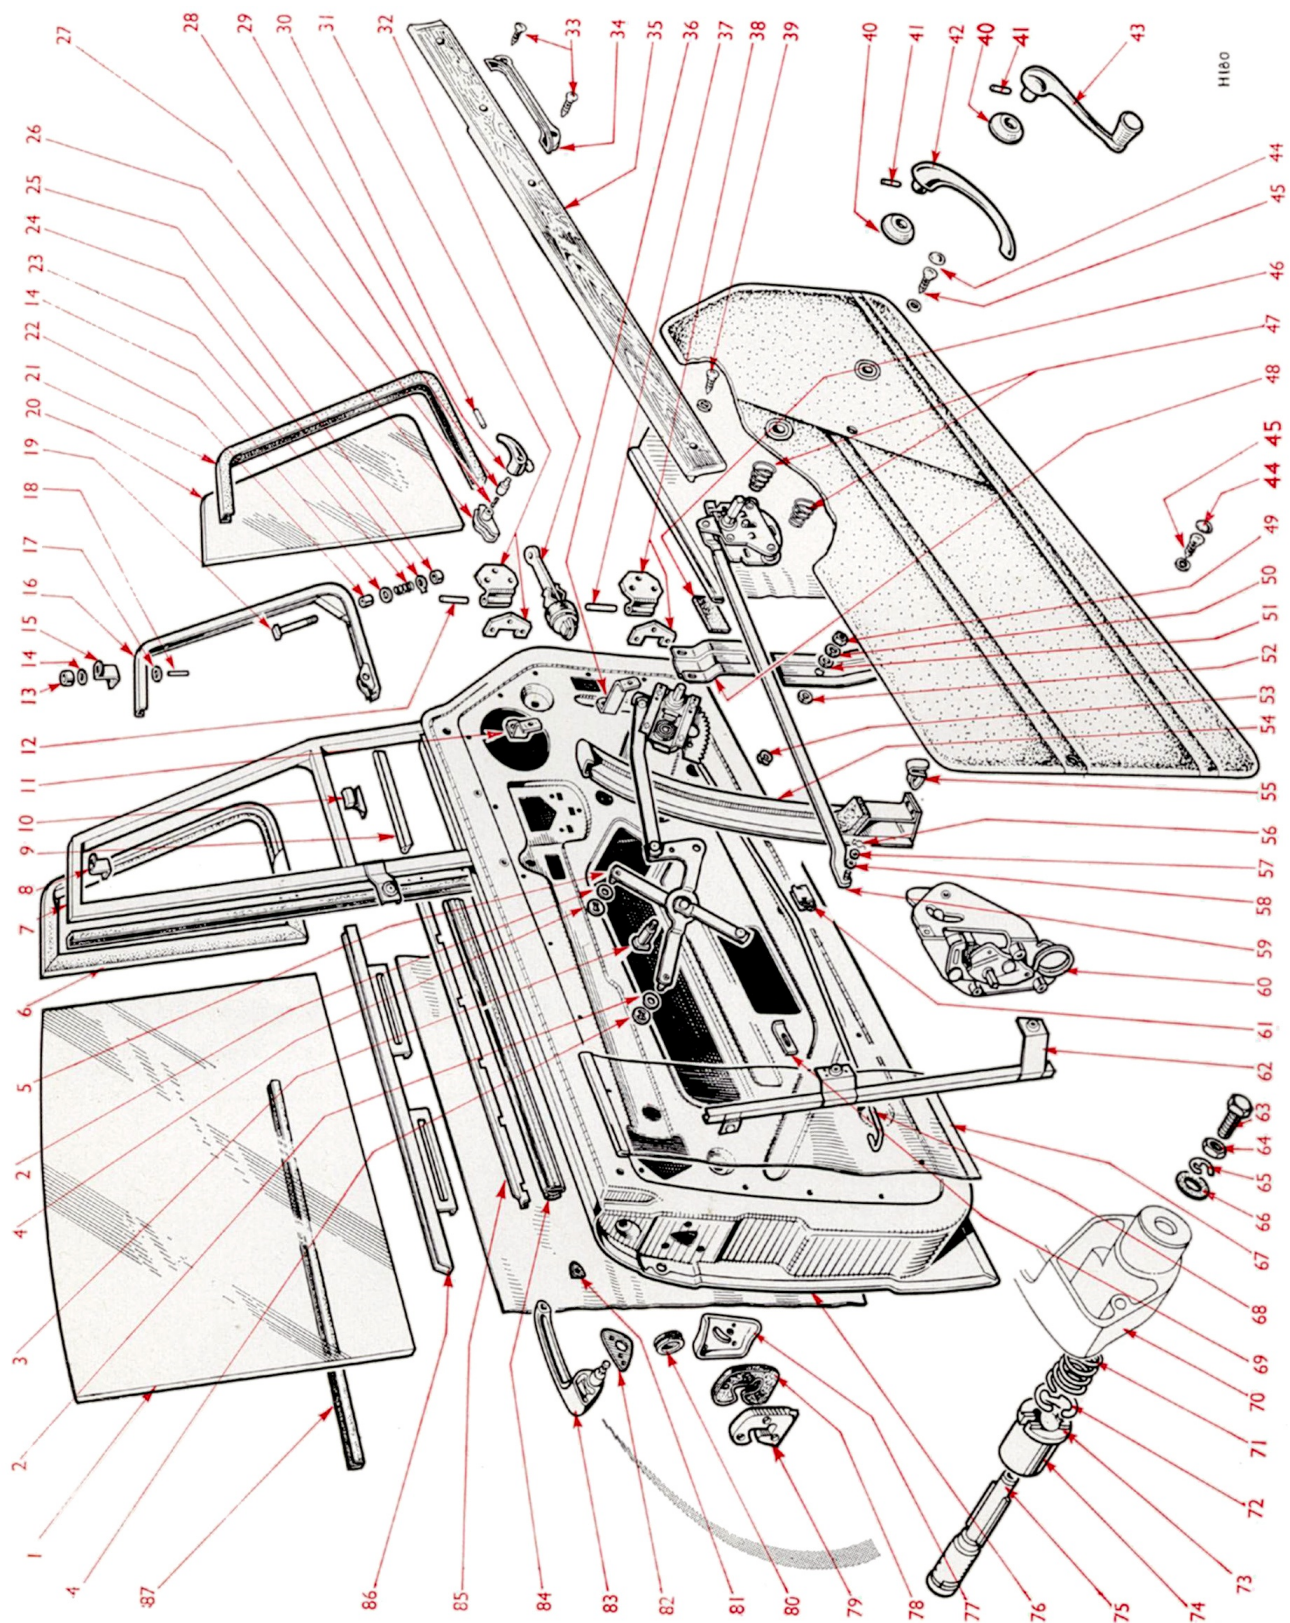

Fig. 64 Vue éclatée de la portière
Légende de la Fig. 64
1. Dépose (Figs. 64, 65 et 67)
- (c) Retirer l'attache ressort (56) avec la rondelle ondulée (57) et dégager le bras de liaison du mécanisme de verrouillage.
- (d) Retirer trois vis (92) et retirer de la portière le mécanisme de commande à distance.
1. **Dépose** (Figs. 64 et 65)
- (c) Retirer la rondelle en caoutchouc (80) et démonter le boulon à tête hexagonale maintenant visible avec sa rondelle.
- (d) Retirer deux boulons à tête hexagonale (97) avec leurs rondelles. Dégager l'extrémité inférieure de la glissière (62) du câble (68).
1. Dépose (Figs. 64, 65 et 72)